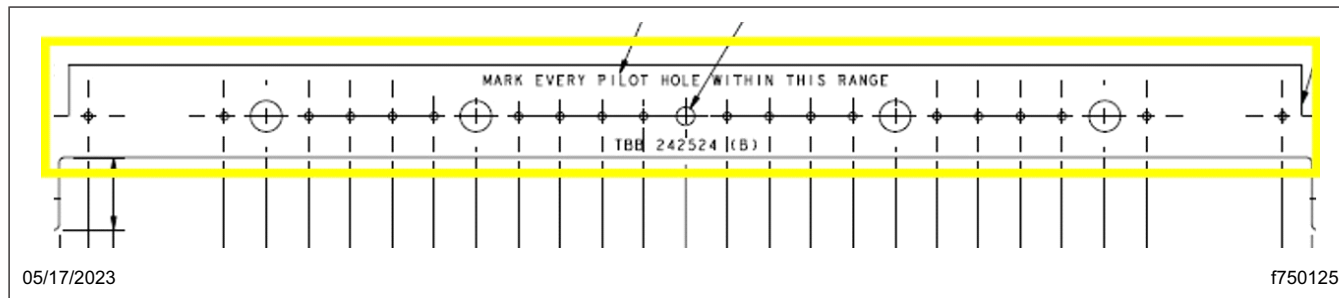
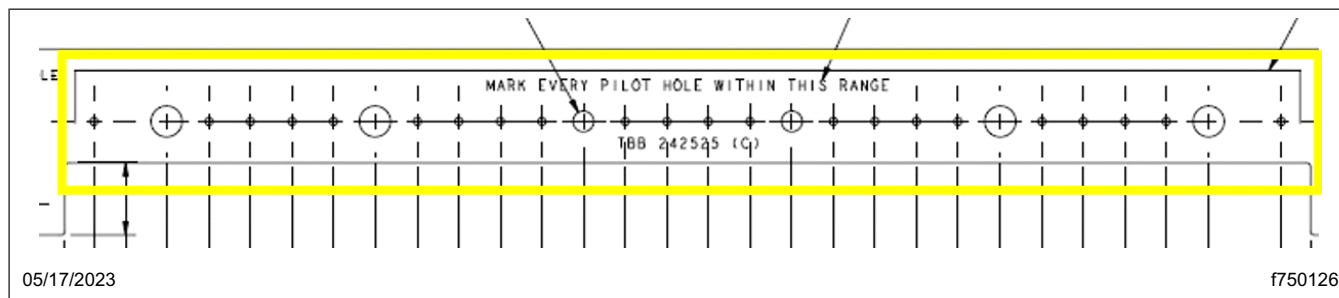

Fig. 21, Région montrant tous les trous pilotes à marquer, Fixture B
Fig. 22, Région montrant tous les trous pilotes à marquer, Fixture C
31. Marquer tous les trous pilotes dans la région indiquée par « MARQUER CHAQUE TROU PILOTE DANS CETTE PORTÉE ». Voir Fig. 21 pour l'appareil B, et Fig. 22 pour l'appareil C.